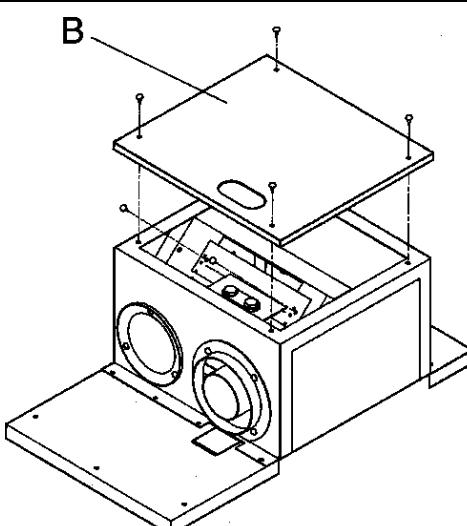

Рис. 3.13
- Отвинтите 4 крепежных винта и снимите крышку (B) с герметичной камеры (рис. 3.13)